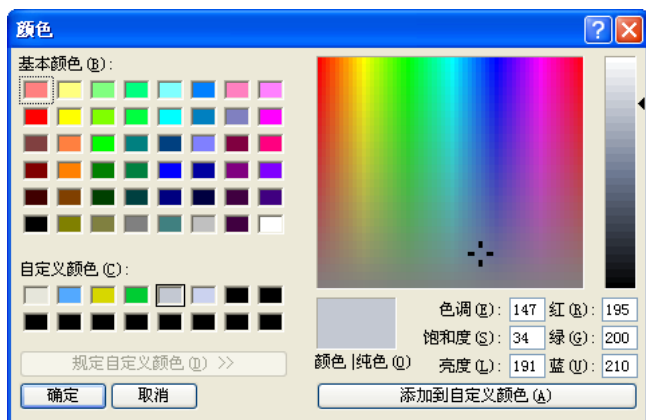

图 1-21 “颜色”对话框
(3) 在“颜色方案设置”列表框中选择“视区背景”选项，然后单击“编辑”按钮，此时系统弹出如图 1-21 所示的“颜色”对话框，在其中选择设置的颜色，然后单击“确定”按钮。可以使用该方式设置其他选项的颜色。